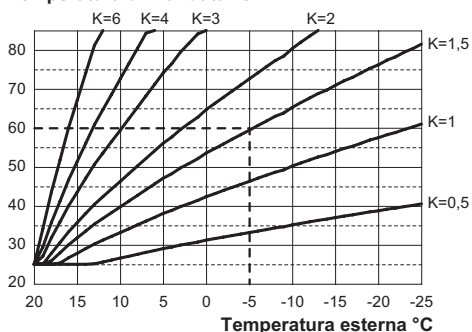
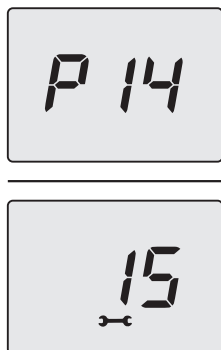

Figura 5.31
Figura 5.37
Se alla caldaia **È COLLEGATO** il comando remoto (opzionale) riferirsi alla Figura 5.31.
Quando si installa la sonda esterna bisogna impostare questo parametro in base al rendimento dell'impianto di riscaldamento per ottimizzare la temperatura di mandata (Figura 5.31).
Es. Per avere una temperatura di mandata all'impianto di riscaldamento di 60°C con una esterna di -5°C si deve settare un K di 1,5 (linea tratteggiata in Figura 5.31).
- Utilizzando i tasti 17 o 19 è possibile modificare il valore del parametro 14 da un minimo di **00** ad un massimo di **60** in base alla curva scelta del coefficiente K in Figura 5.31 (il valore letto sul display, in Figura 5.37, corrisponde a **K = 1,5**).